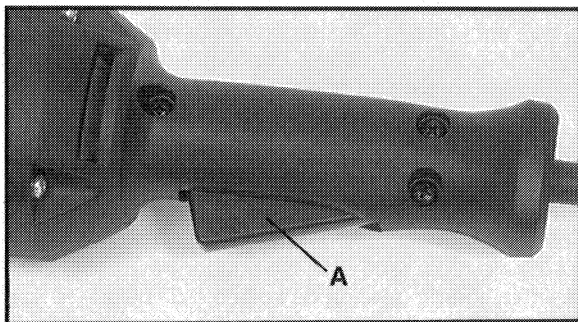

Fig. 1
2. Apriete el gatillo interruptor (A) Fig. 1 para poner el motor en marcha. Suéltelo para parar el motor.